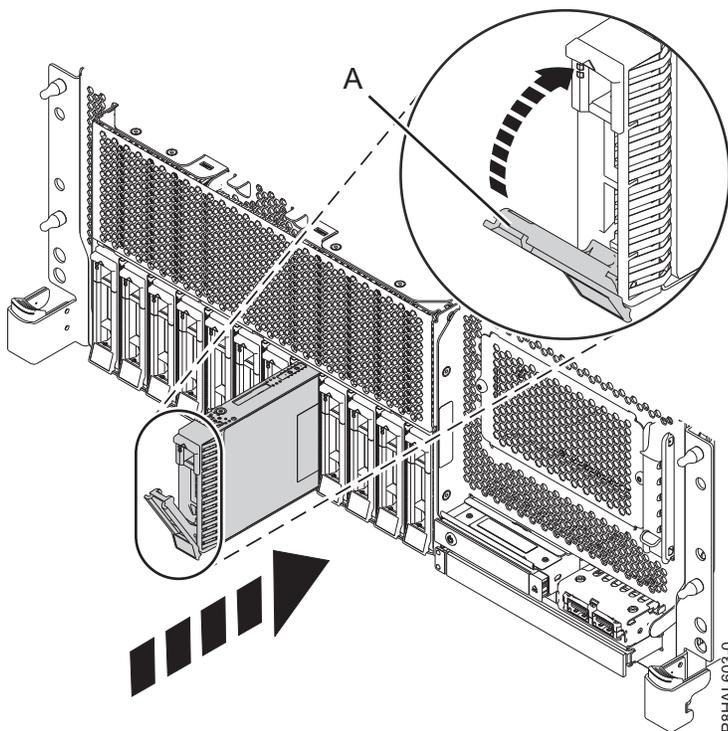

Abbildung 63. Plattenlaufwerk in einem Einschubsystem mit Basisfunktionen austauschen
3. Entriegeln Sie den Griff (A) des Laufwerks, indem Sie ihn zusammendrücken und zu sich hin nach außen ziehen. Wird der Griff nicht ganz nach außen gezogen, lässt sich das Laufwerk nicht in das System einschieben. Siehe Abb. 63, Abb. 64 auf Seite 73, Abb. 65 auf Seite 74 und Abb. 66 auf Seite 75.
5. Schieben Sie das Laufwerk ganz in das System ein und verriegeln Sie es dann, indem Sie den Griff des Laufwerks (A) eindrücken, bis er einrastet. Siehe Abb. 63, Abb. 64 auf Seite 73, Abb. 65 auf Seite 74 und Abb. 66 auf Seite 75.